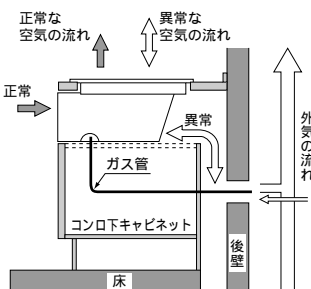
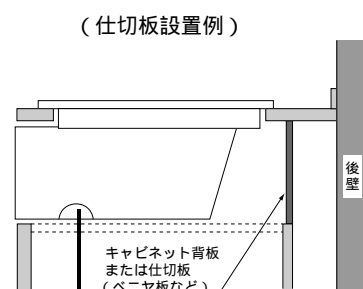

図 1
図 2
- ・ 右図のようにガス配管貫通部など建物構造上内気と外気がつながり、図1のような異常な空気の流れが起こるのでキャビネットに背板をもうけるか、図2のようにベニヤ板など(仕切板)により機器の後方をふさいでください。コンロの炎がゆらいだり、消えたり異常燃焼や機器焼損のおそれがあります。